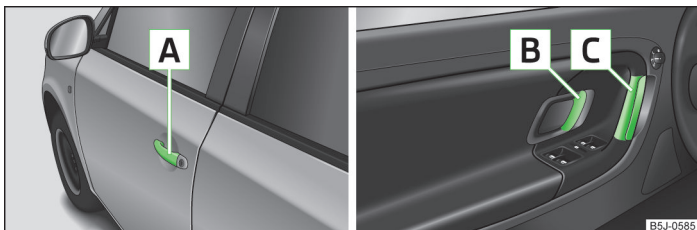

Abb. 11 Türgriff/Türöffnungshebel
- Das Fahrzeug entriegeln und am Türgriff [A] » Abb. 11 der jeweiligen Tür ziehen.